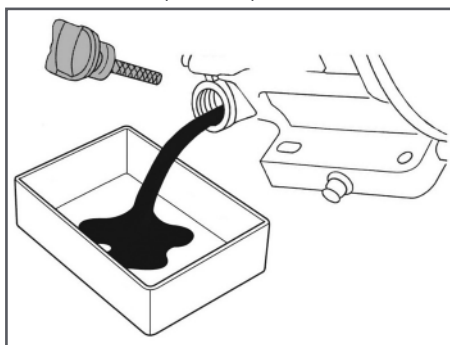

Рис. 24 Замена моторного масла
- (1) Техническое обслуживание должно осуществляться более часто, при работе в пыльных условиях.
- (2) Данный вид работ необходимо выполнять в авторизованном сервисном центре.
6. Подставьте под маслозаливную горловину ёмкость для масла, после чего с помощником наклоните виброплиту с помощью рабочих рукояток в сторону задней маслозаливной горловины двигателя и слейте отработанное масло через маслозаливную горловину в подготовленную для этого ёмкость (Рис. 24).